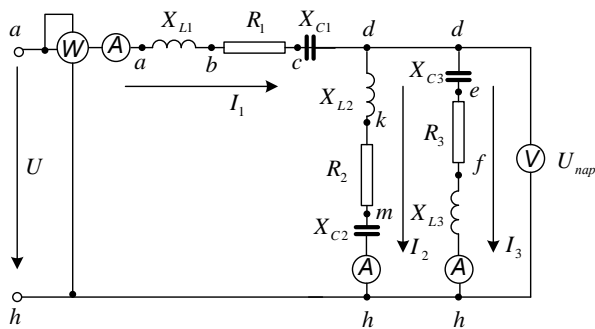

Рис. 1.1
1. По базе данных (табл. 1.1) для своего варианта определить параметры электрической цепи (рис. 1.1), питающей от сети синусоидального тока с напряжением  $U$